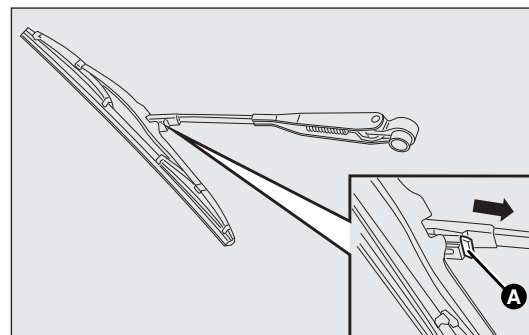

fig. 187a - Versiones puerta batiente
Sustitución de la escobilla del limpialuneta fig. 187a-187b
Versiones puerta batiente fig. 187a
- ☐ pulse la patilla de sujeción A-fig. 187a y retire la escobilla deslizándola hacia el sentido que indica la flecha.